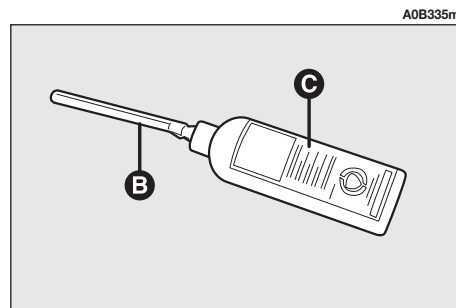

fig. 14
**2)** Visser le tuyau flexible de remplissage (**B-fig. 14**) à la bouteille (**C**).